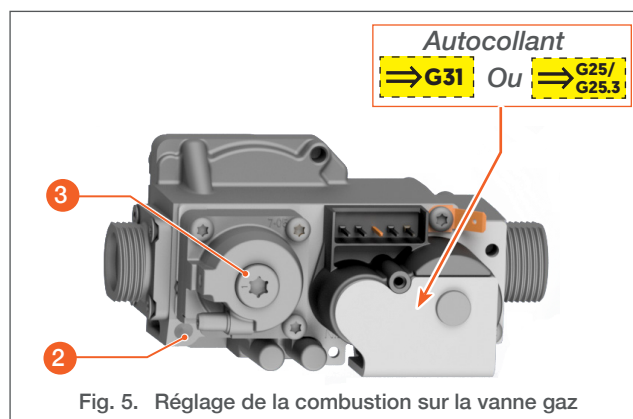

Fig. 5. Réglage de la combustion sur la vanne gaz
### Procédure de réglage (Fig. 5 & Fig. 5)
- Sur la vanne gaz (Fig. 5), placer l'autocollant jaune indiquant qu'une conversion a été effectuée.